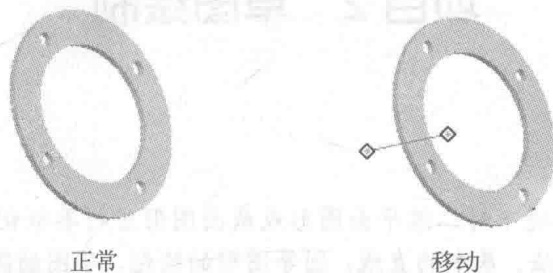

图 1-25 平移垫片
5. 在绘图区中按住“Shift+中键”可平移垫片模型，如图 1-25 所示。